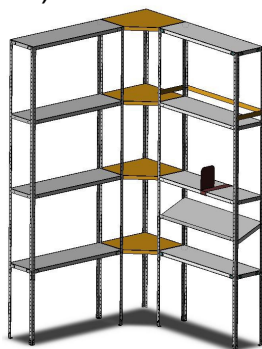

Рис. 4
4. При сборке углом две основные секции стыкуются через угловые полки и одной дополнительной стойки. (рис. 4)